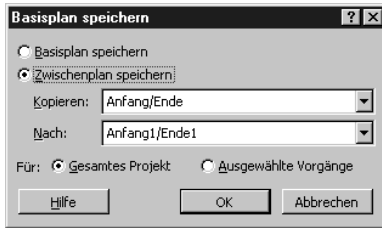

Abbildung 21.7:
1. Wählen Sie EXTRAS, ÜBERWACHUNG, BASISPLAN SPEICHERN. Das Dialogfeld BASISPLAN SPEICHERN wird angezeigt (siehe Abbildung 21.7).